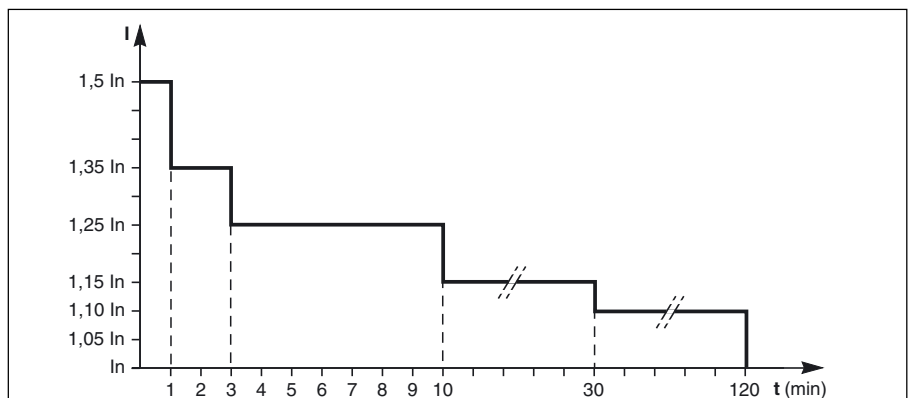

Abb. 14
Der Wechselrichter besitzt nachstehende Überlastfähigkeit: 125% über 10 Minuten, 150% über 1 Minute, (s. nachstehende Überlastkurve in Abb. 14).
- Ist die Überlast $< 1,65 I_n$, übernehmen die verbleibenden Wechselrichter die Überlast gemäß Überlastkurve (siehe Abb. 14). Nach Erreichen der zulässigen Überlastzeiten erfolgt die Umschaltung auf Netz 2.
- die LED-Anzeige (4) erlischt,
- die LED-Anzeige (3) leuchtet grün,
- Bei einer länger andauernden geringen Überlast verhält sich der Wechselrichter genauso wie bei einer Einzel-USV (s. Überlastkurve Abb. 14) und schaltet dann ab.
- die LED-Anzeigen (4) und (5) erlöschen,